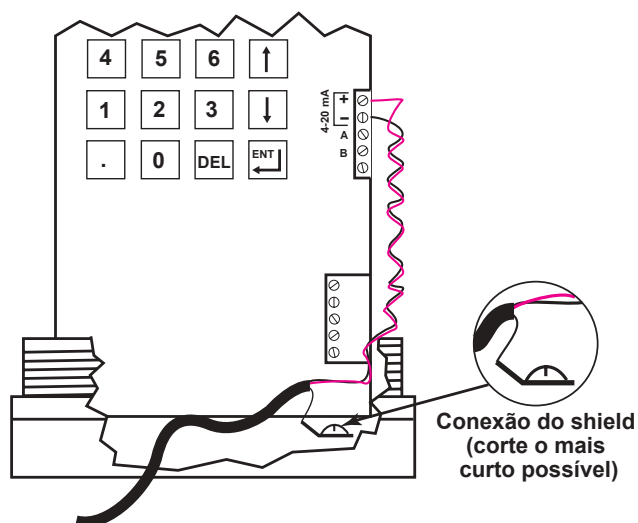

Figura 7
2. Corte o fio do shield o mais curto possível, deixando só o suficiente para dobrar o conector fêmea (Sta-Kon®). Pressione-o sobre o conector macho localizado na base do invólucro, conforme mostrado na Figura 7.
3. Os fios + e - devem então ser torcidos juntos e levados até a borneira de 4-20 mA localizada à direita do teclado de 16 teclas, conforme mostrado na Figura 7.
3. Os fios "A" e "B" devem então ser torcidos juntos e levados até a borneira do RS-485, localizada à direita do teclado de 16 teclas, conforme mostrado na Figura 7.